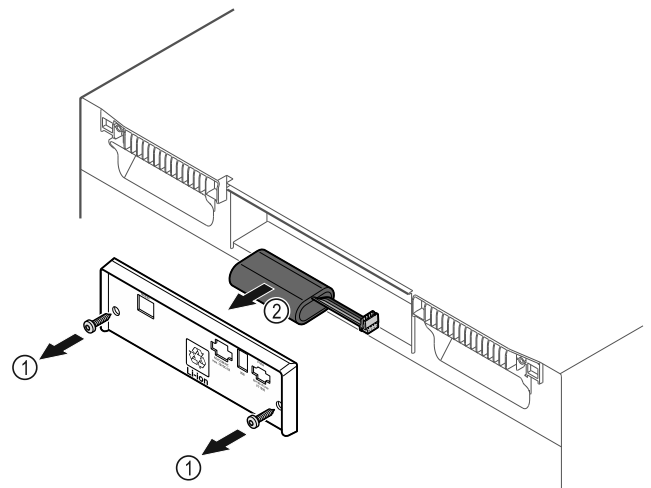

Fig. 202
- ▶ Dévisser les vis et retirer le couvercle situé à l'arrière de l'appareil Fig. 202 (1).
- ▶ Débrancher et retirer la batterie Fig. 202 (2).